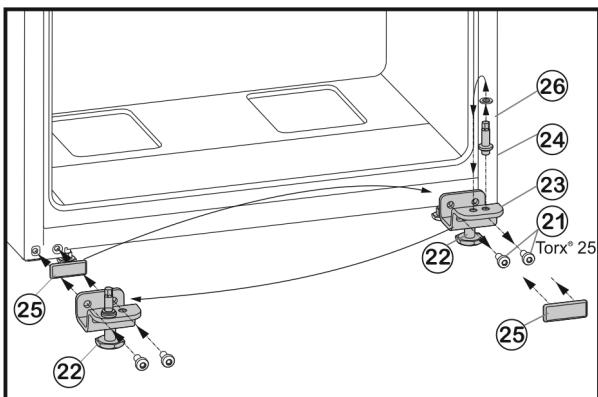

Fig. 8
- ▶ Открутите крепежные винты Fig. 8 (21).
- ▶ Снимите нижний опорный кронштейн Fig. 8 (23) вместе с опорным пальцем Fig. 8 (24), шайбой Fig. 8 (26) и регулируемой опорой Fig. 8 (22).
- ▶ Открутите опорный палец Fig. 8 (24) вместе с шайбой Fig. 8 (26) и, переставив в отверстие на противоположной стороне опорного кронштейна, снова прикрутите.
- ▶ Аккуратно снимите защитную пластину Fig. 8 (25) и переставьте ее на противоположную сторону.
- ▶ Прикрутите нижний опорный кронштейн Fig. 8 (23) вместе с опорным пальцем Fig. 8 (24), шайбой Fig. 8 (26) и регулируемой опорой Fig. 8 (22) с новой стороны шарнира (**с моментом 4 Нм**), при необходимости используйте аккумуляторный шуруповерт.
- ▶ Установите дверь сверху на опорный палец Fig. 8 (24).
- ▶ Выверните регулируемую опору Fig. 8 (22) на нижнем опорном кронштейне Fig. 8 (23) до ее соприкосновения с полом.